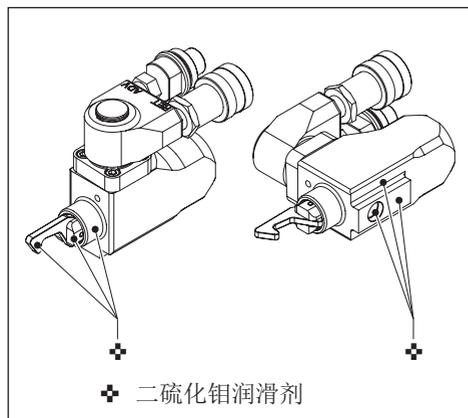
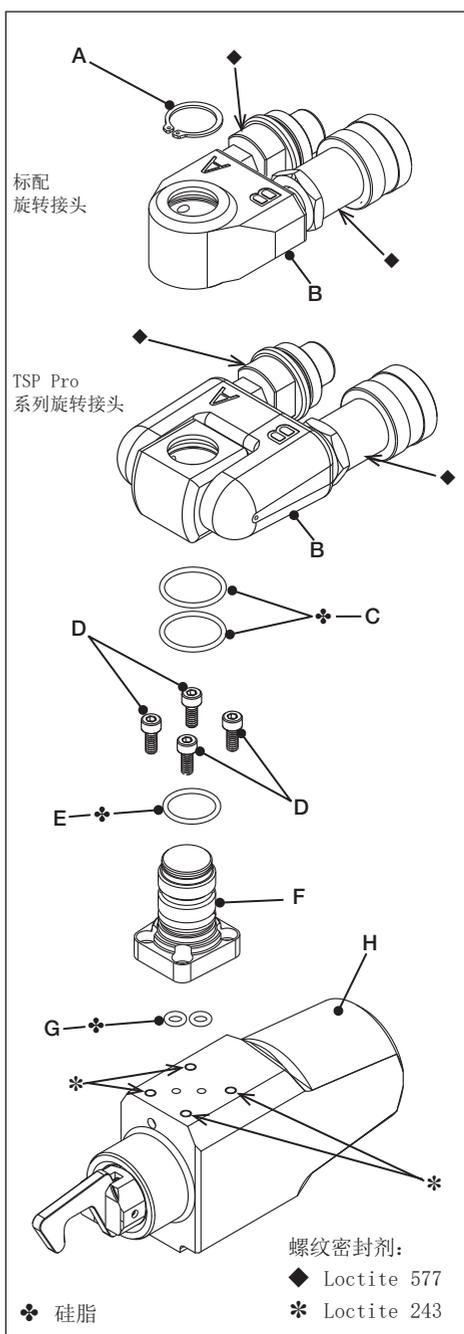
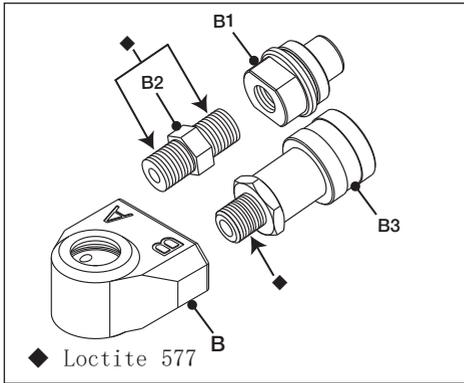

图 13
图 14
图 17
5.2 预防性维护 - 液压旋转接头和动力头 (图 13 和图 14)
5.3 全面维护 - 液压旋转接头和动力头 (图 14、15 和 17)
有关旋转接头组件的信息，请参见图 14 和图 17。
- 在动力头的螺纹孔中涂上少许 Loctite 243 螺纹密封剂。涂抹位置请参见图 14 中的 *。
- 在旋转接头杆 (F) 基座的端口处装上两个 O 型密封圈 (G)。
- 将旋转接头杆 (F) 置于动力头 (H) 上，确保液压端口对齐。确保 O 型密封圈 (G) 不会掉落或者受到挤压或切断。
- 安装已去除油污的 M4 内六角螺钉 (D) 并以 5.1 Nm [3.7 Ft. lbs] 的扭矩拧紧：
- 在快换母接头 (B3) 和直通接头 (B2) 的螺纹中涂上 Loctite 577 密封剂。密封位置请参见图 17 中的 (◆)。